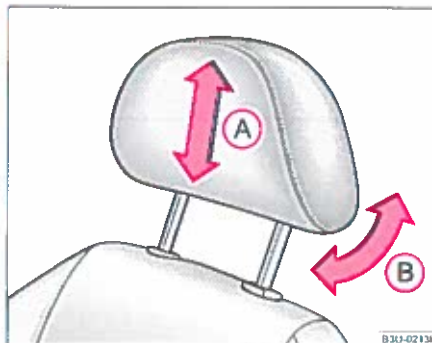

Fig. 47 Indstilling af nakkestøtter
- Tag fat i siderne på nakkestøtten med begge hænder og træk den opad eller skub den nedad i pilens retning (A) ⇒ side 64, fig. 47. Den bedste beskyttelsesvirkning opnås, når nakkestøttens overkant er på højde med den øverste del af Deres hoved ⇒ side 119, fig. 103.
- Nakkestøtterne kan drejes i pileretningen (B) ⇒ side 64, fig. 47 og således tilpasses hovedets position. Ved tilpasning af nakkestøtterne forbedres kørselskomforten.